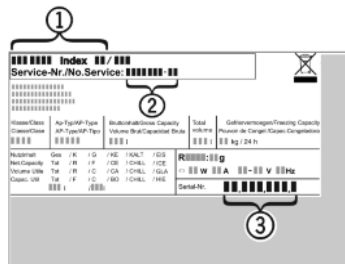

Fig. 7
- ▶ A készülék megnevezését *Fig. 7 (1)*, a szerviz- *Fig. 7 (2)* és sorozatszámot *Fig. 7 (3)* a típus tábláról olvassa le. A típustábla a készülék belsejében baloldalon található.
- ▶ Értesítse a vevőszolgálatot a hibáról, és adja meg nekik a készülék megnevezését *Fig. 7 (1)*, a szerviz- *Fig. 7 (2)* és a sorozatszámot *Fig. 7 (3)*.